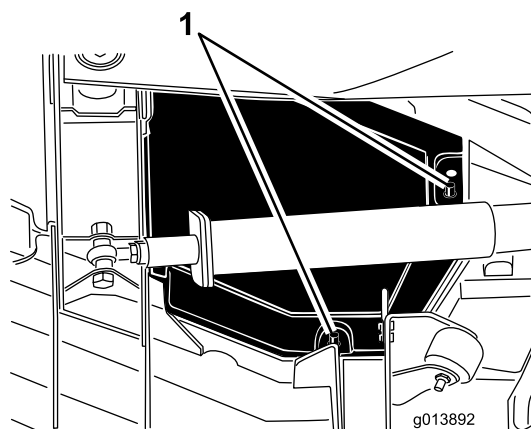

Figure 46
4. Soulevez les bords arrière et intérieur du carter pour le dégager des supports de montage (Figure 46).